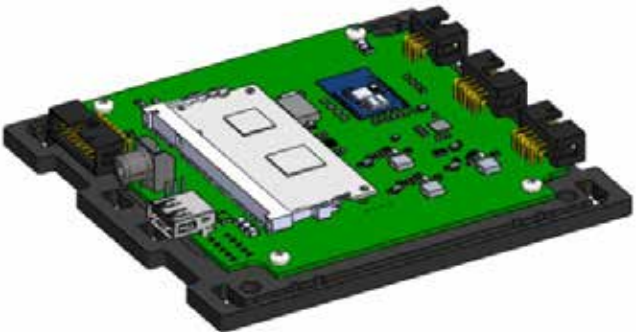

Рисунок 20. Крепление платы
2) Закрепить плату на нижнем основании винтами M3x6 с цилиндрической головкой (рисунок 20):